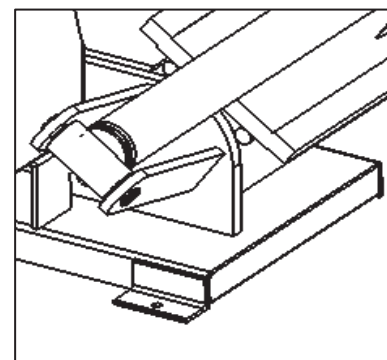

Рис. 2
**При работе с шинами весом более 100 кг** зафиксируйте станок к полу при помощи специальных анкерных болтов из комплекта поставки. Для крепления используйте специальные крепежные уголки, см. рис. 2.